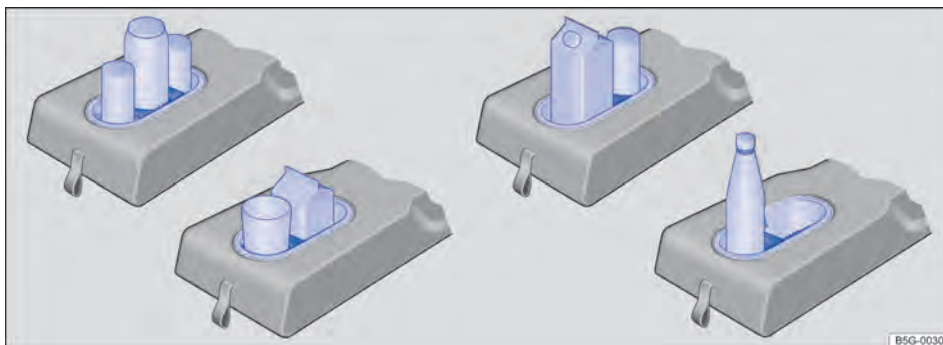
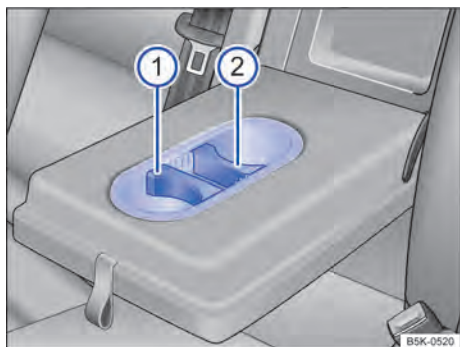

Fig. 13 No descansa-braço central traseiro: possibilidades de utilização do porta-copos. ▶
Fig. 14 No descanso-braço central traseiro: porta-copos com elementos de ajustes ao tamanho dos recipientes.
- Para *ajustar* o porta-copos ao tamanho do recipiente, retirar os elementos de ajuste¹⁾ → Fig. 14 ① ou ② puxando-os para cima e re-inseri-los de acordo com o tamanho do copo → Fig. 13. Os elementos de ajuste podem ser instalados em várias posições.